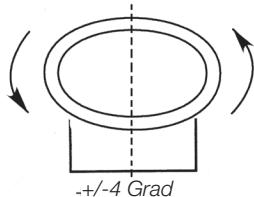

Abb. 3A
- Die Wandhalterung als Schablone verwenden und Bohrlöcher für die Befestigungsschrauben auf der Montagefläche des Scheinwerfers anzeichnen. Geeignete Schrauben sowie ggf. Dübel verwenden. Den Scheinwerfer stabil und horizontal ($\pm 4^\circ$) anbringen (Abb. 3A).